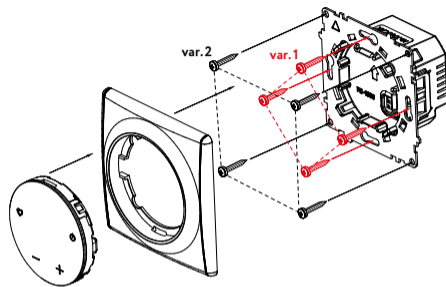

Fig. 6
2. Installez l'unité d'alimentation dans la boîte de montage murale (Fig. 6).